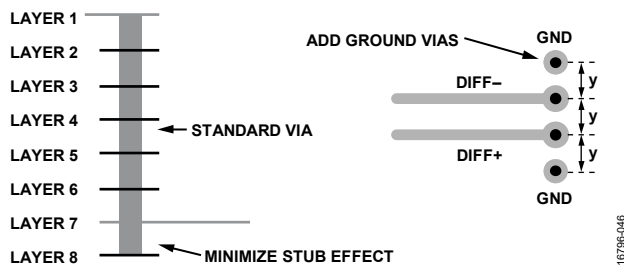

図 94. スタブ効果を最小限に抑え、差動ストリップライン・パターンにグラウンド・ビアを追加
- 標準ビアを使う場合は、ビアの最大長を使ってスタブ・サイズを小さくします。例えば、8層ボードの場合は7層目をストリップライン・ペア用に使います (図 94 参照)。
- 各ビア・ペアには、インピーダンスの不連続性を最小限に抑えるために、その隣にグラウンド・ビアのペアを配置します (図 94 参照)。